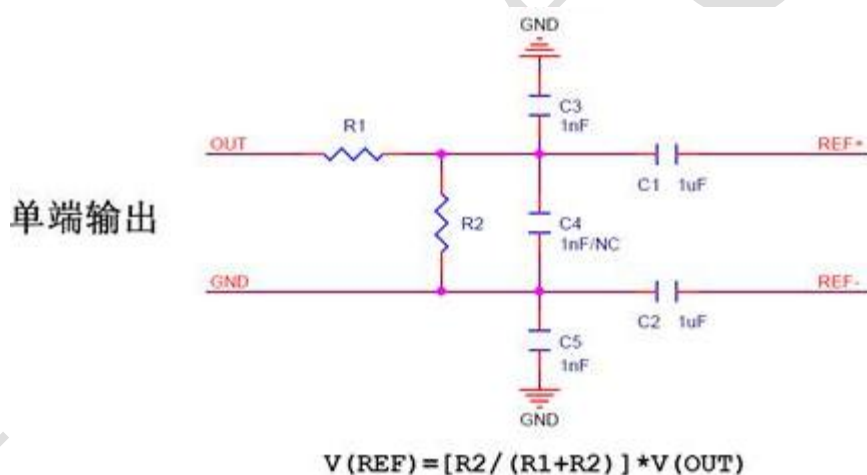

图 6 单端输出参考电路
- 1) 用户电路用作参考信号的输出为单端输出，需要分压时，可参考图 6 电路：